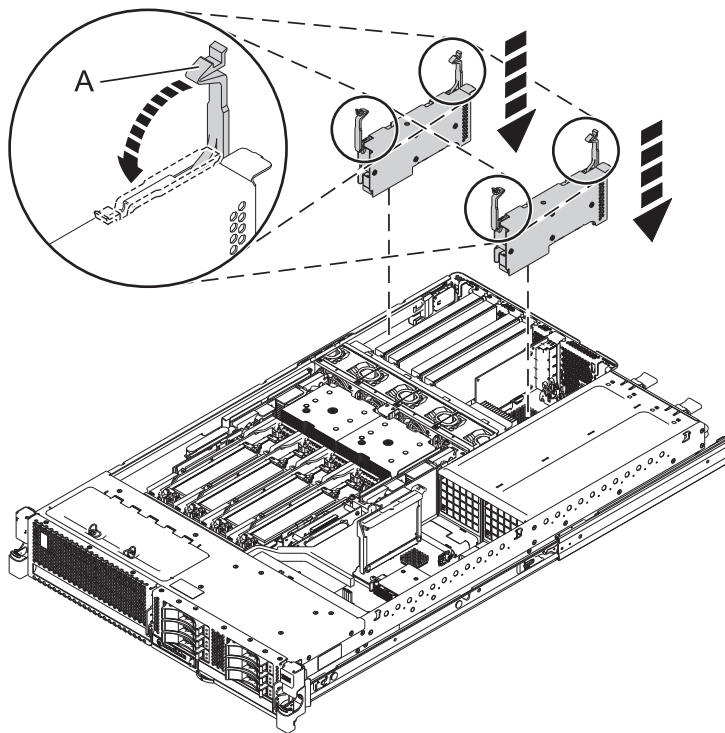

図2. ラック・マウント型 8231-E2B システムへのアダプターの取り付け
10. 4 ページの図 2 に示すように、アダプターおよびアダプター・スロットのラッチをオープン位置にして、新しいアダプターを取り付ける準備を行います。
13. 4 ページの図 2 に示すように、ラッチを均等に回転させてロック位置にします。